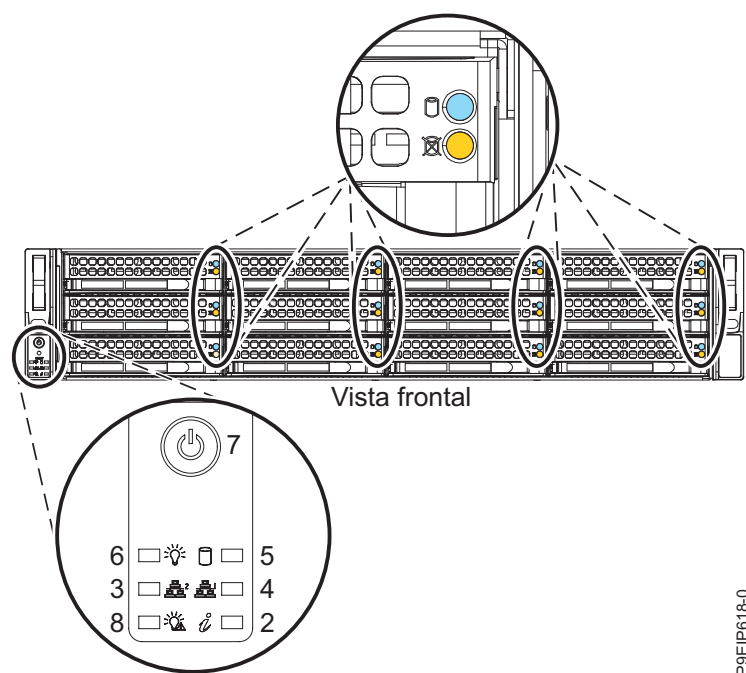

Figura 66. Comutador de energia para o 5104-22C, 9006-22C ou 9006-22P
2. Pressione o botão de energia (7) mostrado na Figura 66 na página 105. Você pode ter que pressionar o comutador por 0,5 a 3 segundos.